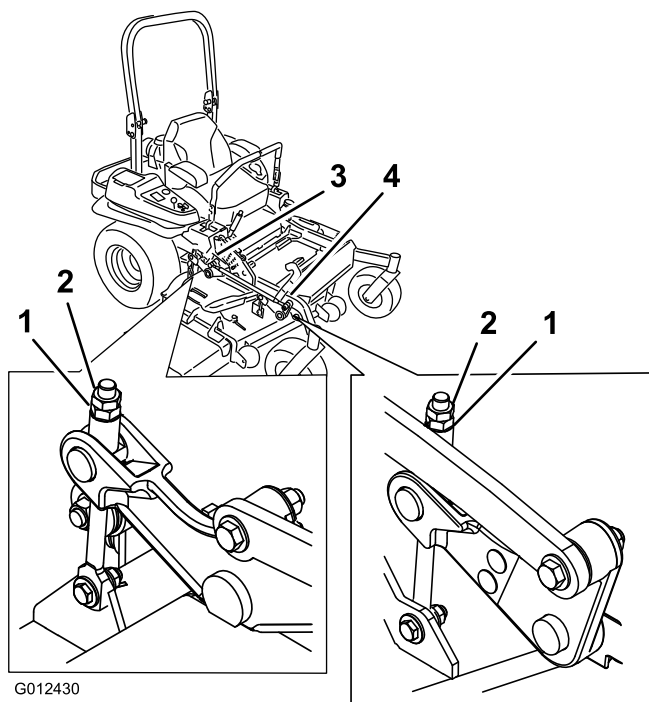

Figure 89
10. Ajustez précisément le serrage de l'écrou de réglage sur l'ensemble de relevage du tablier avant (Figure 89).
16. Ajustez précisément la vis de réglage en la tournant jusqu'à obtention d'une hauteur de 8,3 mm (3-1/4 po) (Figure 89).